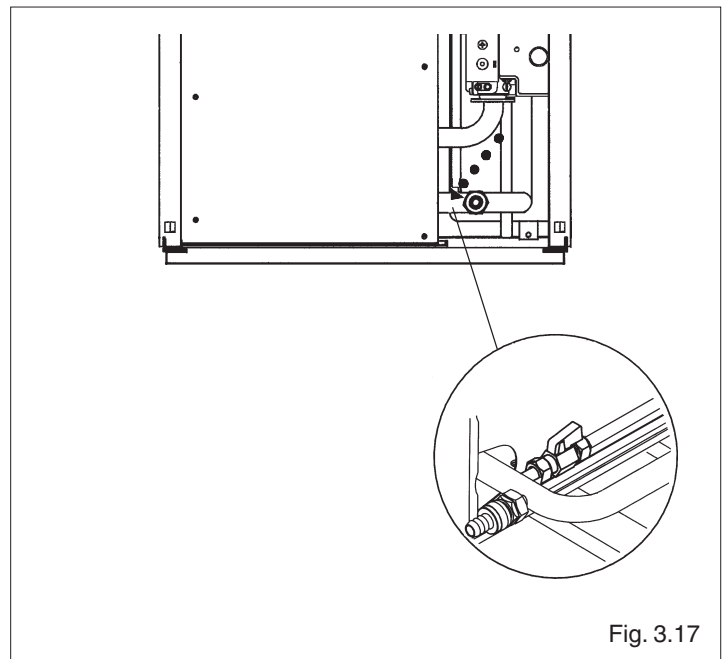

Fig. 3.17
- aprire i dispositivi di intercettazione dell'impianto idrico ed il rubinetto di carico, riempire lentamente fino a leggere sul termoidrometro il valore a freddo **1,5 bar** (fig. 3.17)